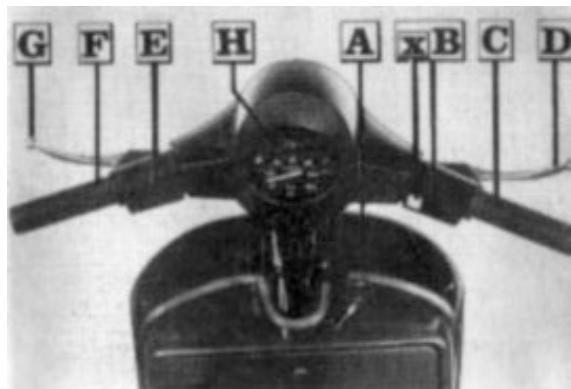

Fig. 13
H. Cuadro de instrumentos, descrito en las páginas siguientes (Fig. 13 bis).
Fig. 13 bis